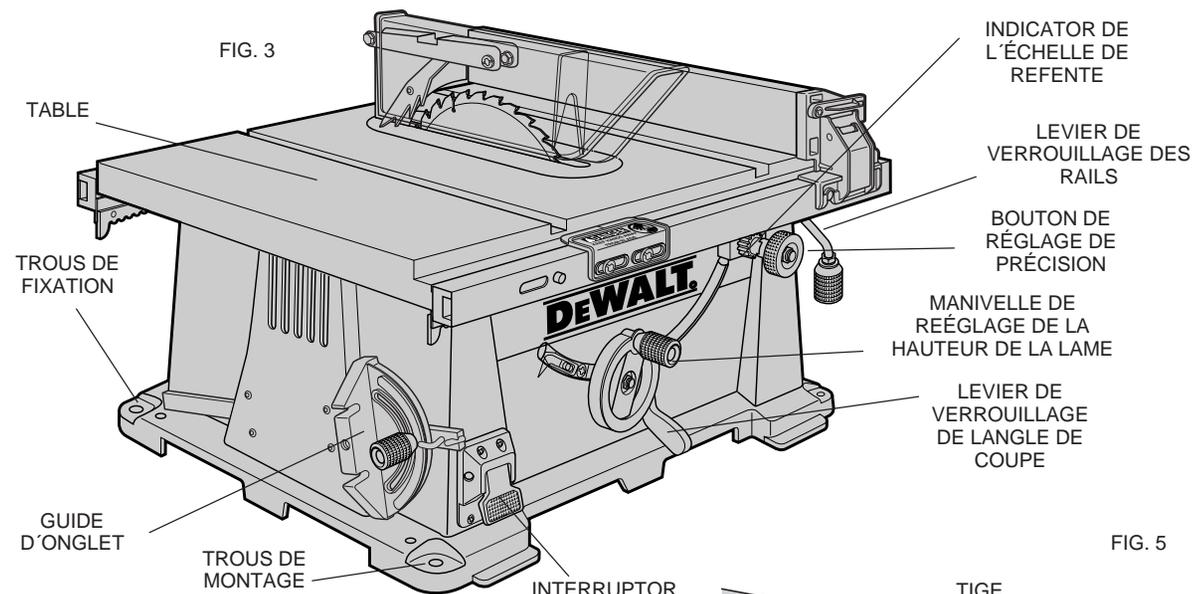

FIG. 5
1. Trouver la tige et l'ouverture sur les rails du guide (fig. 5). Aligner la tige sur la fente et la patte d'attache sur l'ouverture.